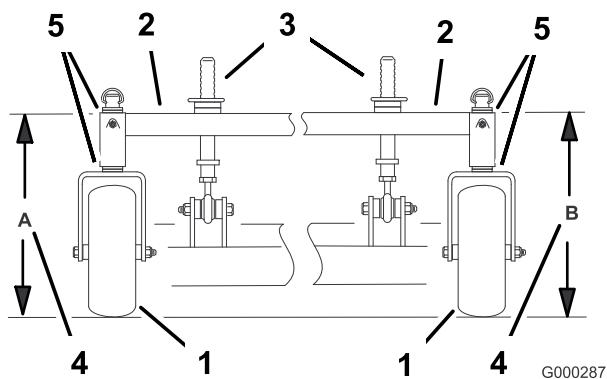

Figura 58
- Mida la altura del bastidor de tiro en la posición **A** (Figura 58).
- Mida la altura del bastidor de tiro en la posición **B** (Figura 58).